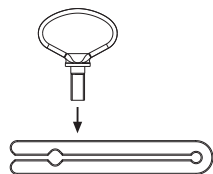

Fig. 18
- Monter l'auxiliaire d'extraction, voir Fig. 18.